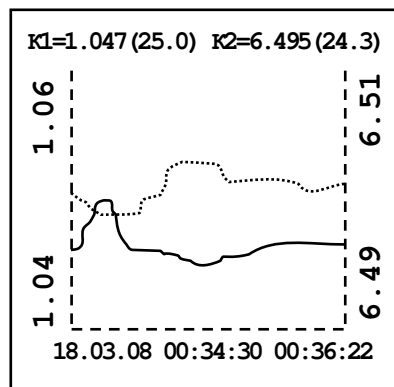

Рисунок 7 - Режим измерения «График»
- «График» – задаётся отображение измеренных значений по двум каналам в виде графика (смотри рисунок 7);
- «**Линия**» – задаётся тип линии тренда в режиме измерения «**График**» (смотри рисунок 7);